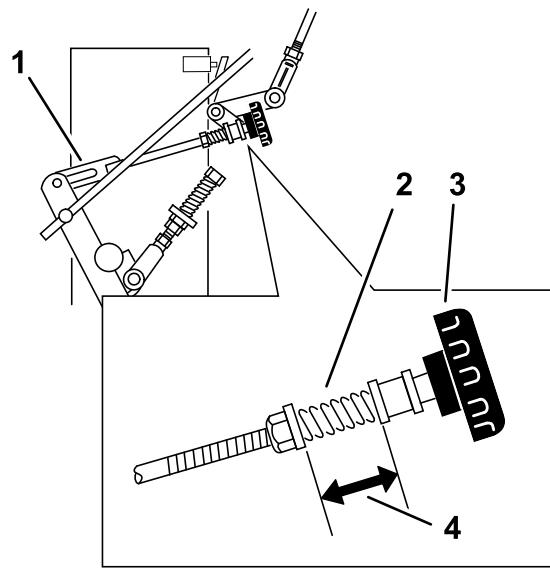

Bild 35
- Stellen Sie das rechte Gestänge ein, indem Sie das Schnellspur-Handrad nach links drehen, bis sich der Reifen vorwärts dreht (Bild 35).
Fahrgeschwindigkeitshebel nach vorne und dann zurück auf Neutral. Wiederholen Sie diese Schritte, bis sich das rechte Rad nicht mehr vorwärts dreht (Bild 35).
- Die Feder, die das Handrad spannt, muss normalerweise nicht eingestellt werden. Wenn eine Einstellung notwendig ist, stellen Sie die Länge der Feder zwischen den Scheiben auf 26 mm ein (Bild 35).
- Drehen Sie die Mutter vorne an der Feder, um die Federlänge einzustellen (Bild 35).